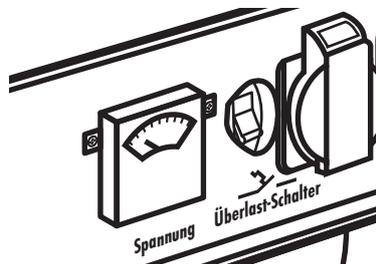

Abb. 8
5. Drücken Sie den Überlastschalter (6) wieder nach unten (Abb. 8).